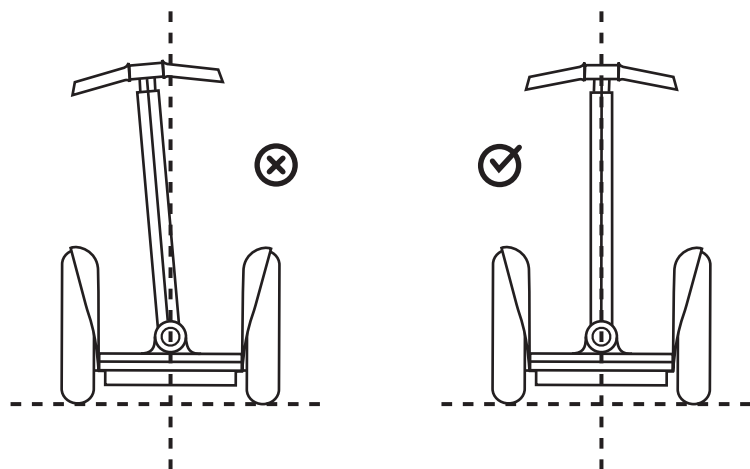

図 5. LeanSteer フレームの中心
8. ファスナーをさらに締める前に、ハンドルバーが真っ直ぐ中心になっていることを目で確かめます。ハンドルバーが真っ直ぐ中心でない場合は、LeanSteer フレームを調節して、真っ直ぐで中心になるようにします。図 5 を参照してください。